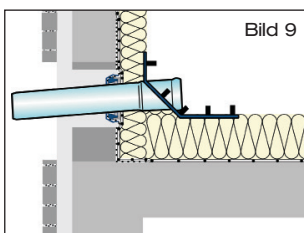

Bild 9
2.2 Ablaufrohr mit Festflansch entsprechend der baulichen Gegebenheiten ablängen. Dichtelement des Schiebeflansches innen und Auslauf des Ablaufrohres mit Festflansch außen hinreichend mit LORO-X Gleitmittel versehen. Ablaufrohr mit Festflansch in den Schiebeflansch bis in seine Einbauposition einführen (Bild 9). Entstandene Hohlräume in der Wärmedämmung schließen.